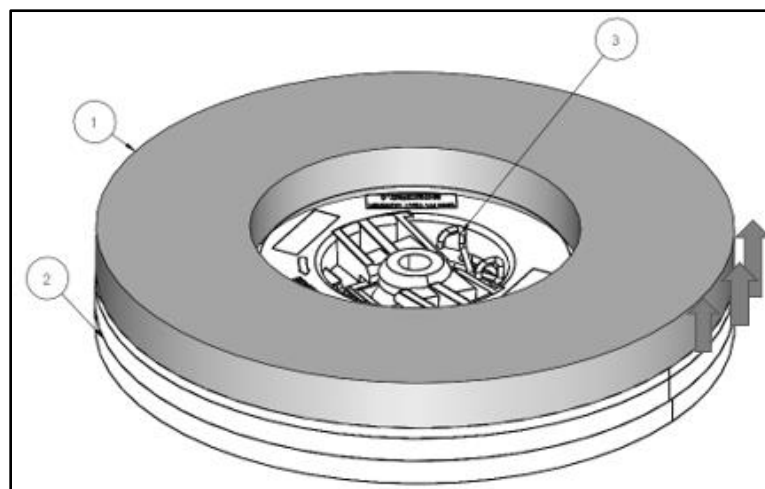

Fig. 1
2. Pour remplacer un tampon usé (Fig. 1 - 1), détachez-le de son support de tampon (Fig. 1 - 2). Déverrouillez ensuite le cadenas (Fig. 1 - 3) pour retirer complètement le patin du porte-patin.